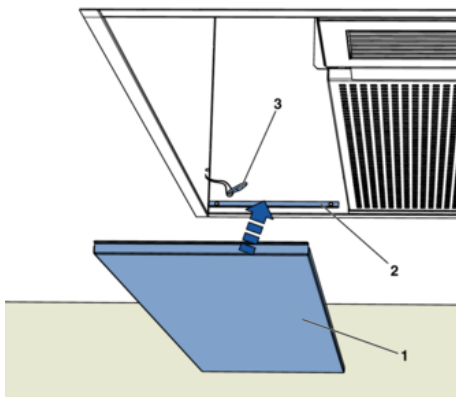

Abb. 28: Seitenblende einlegen
9. Die beiden Seitenblenden (Abb. 28/1) an den Fangseilen (Abb. 28/3) einhängen und auf den Winkel (Abb. 28/3) legen.